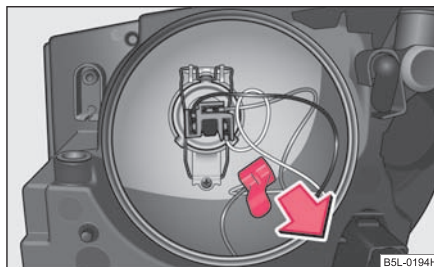

Fig. 239 Demontarea duliei luminii de poziție
- Trageți dulia în direcția indicată de săgeată ⇒ fig. 239.